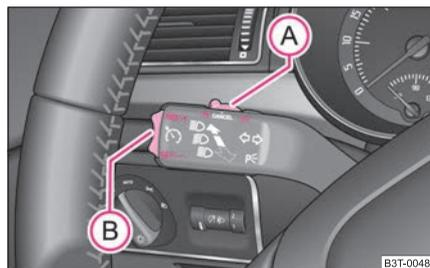

Abb. 131 Bedienungshebel: Wippe und Schalter der Geschwindigkeits-Regelanlage
- Drücken Sie den Schalter **(A)** ⇒ Abb. 131 in die Stellung **ON**.
- Die gespeicherte Geschwindigkeit können Sie ohne Betätigung des Gaspedals durch Drücken der Wippe **(B)** ⇒ Seite 124, Abb. 131 in die Position **RES erhöhen**.
Die **Wiederaufnahme** der gespeicherten Geschwindigkeit erfolgt nach Loslassen des Brems- oder Kupplungspedals, bei Fahrzeugen mit automatischem Getriebe nur nach Loslassen des Bremspedals, und nach kurzem Drücken der Wippe **(B)** ⇒ Seite 124, Abb. 131 in die Position **RES**. ▶
- Drücken Sie den Schalter  ⇒ Seite 124, Abb. 131 nach rechts in die Stellung **OFF**. ■